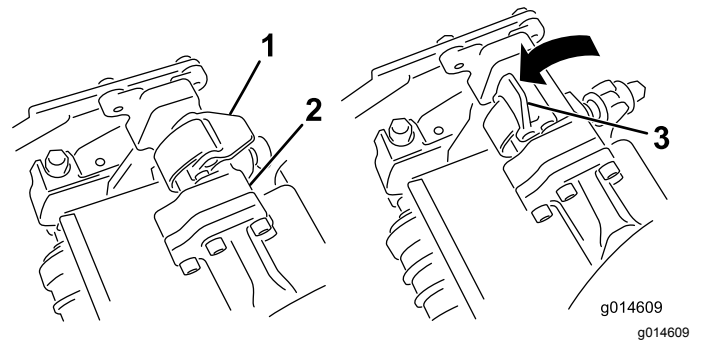
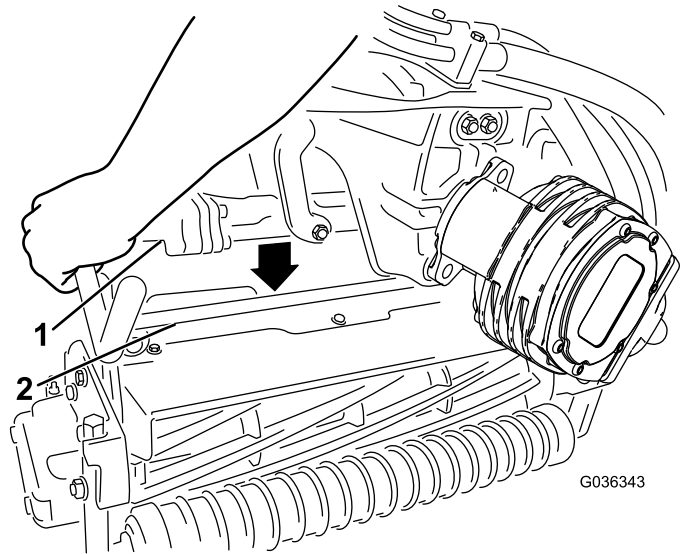

Figura 45
Figura 46
4. Con los enganches del brazo de suspensión orientados hacia arriba (es decir, abiertos (Figura 45)), empuje hacia abajo el brazo de suspensión de modo que la barra encaje en la barra situada en la parte superior de la unidad de corte (Figura 46).
5. Presione los enganches hacia abajo alrededor de la barra de la unidad de corte y bloquéelas (Figura 45).
5. Abra los enganches de la barra del brazo de suspensión de la unidad de corte que está retirando (Figura 45).